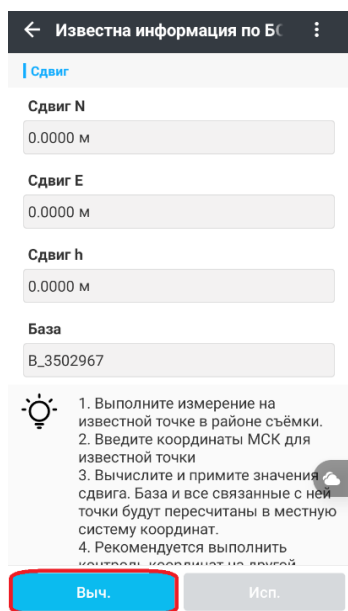

Рисунок 4.1.7
- После этого будет выполнен переход в меню с действующими параметрами сдвига базы (Рисунок 4.1.7). Чтобы переопределить эти параметры, нажмите **Вычислить**.